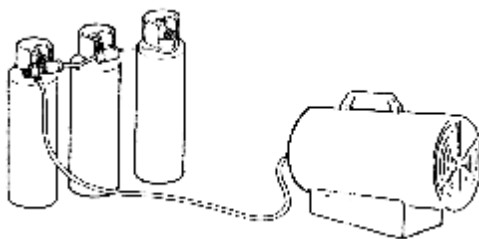

Рис. 1
- Якщо нагрівач повинен працювати довший час то можливим є обмерзання балону з газом. Це пов'язано з дуже скорим випаровуванням газу. Заборонено нагрівання балону з газом шляхом спрямування на нього гарячого повітря з нагрівача. В такому випадку слід використовувати більший балон або з'єднати кілька балонів разом (рис. 1)